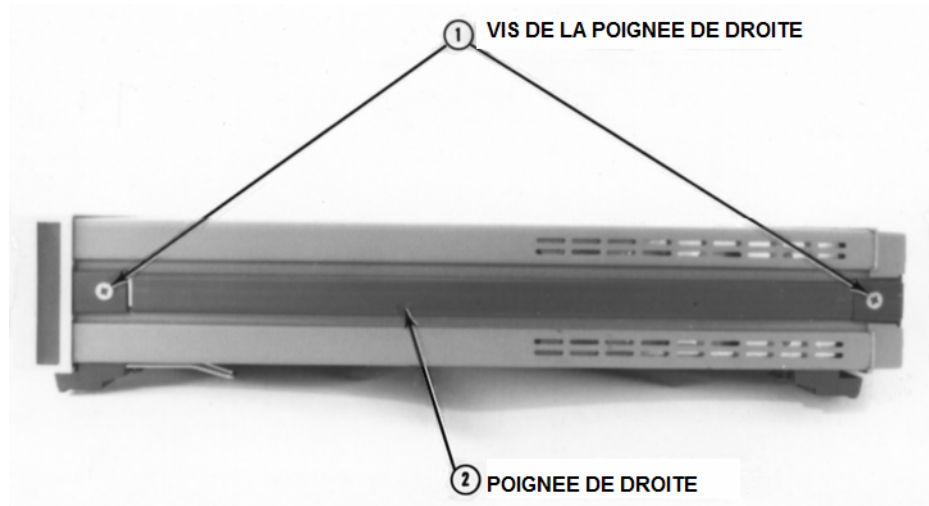

Figure C-1 Côté droit du 3458A
- 3 Référez-vous à la figure C-1. Tournez l'instrument de façon à ce que son côté droit (par rapport à la face avant) soit face à vous.
- 9 Référez-vous à la **figure C-1**. Tournez le Keysight 3458A de façon à ce que son côté droit soit face à vous.